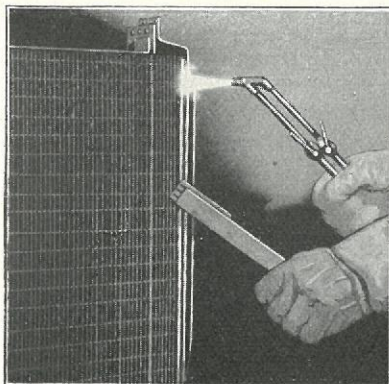

Fig. 406
- 814** Køleren lægges paa Siden (Fig. 406), og Opvarmningen af Sidesømmen paabegyndes der, hvor Udløbsstutsen er loddet til Sidesømmen, og det ophedede Loddetin fjernes med en Børste; dette gøres ved alle 4 Sømme. Naar det ses, at det meste af Loddetinet er fjernet, opvarmes hele Tanken ved hurtigt at føre Brænderen rundt. Fat om Udløbsstutsen med en Tang og skil Tanken fra. Fortsæt Opvarmningen paa de Steder, der endnu binder.